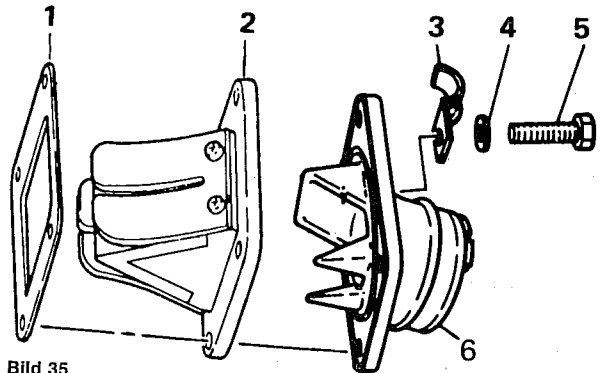

Bild 35
- Unter Bezug auf Bild 35 die Befestigungsschrauben des Zungenventils lösen und die Vergaserverbindung und Zungenventileinheit entfernen.